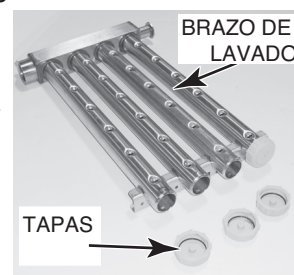

Figura 31
5. Retire los brazos de lavado. Retire también sus tapas (Figura 31) y empuje cualquier obstrucción en la boquilla dentro de los brazos de lavado. Drénelos cuidadosamente en un fregadero. Vuelva a colocar las tapas.